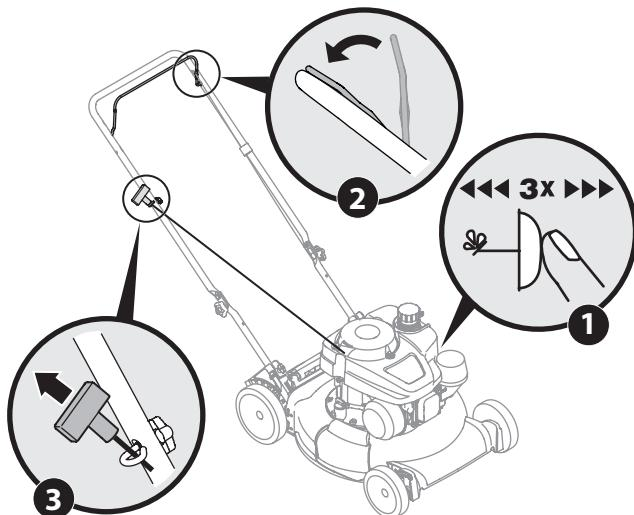

Figura 5-2
- Oprima el cebador 3 veces. Espere aproximadamente dos segundos entre cada presión. Vea la Figura 5-2. En climas con temperaturas de abajo de 50°F, oprima el cebador 5 veces. Después de que el motor es calentado, un tiempo puede ser necesario para todas las temperaturas.
- Tire suavemente de la empuñadura del arranque hasta sentir la resistencia, luego tire rápidamente para reducir la compresión, impedir la tensión de retroceso y arrancar el motor. Repita de ser necesario. Vea la Figura 5-2.